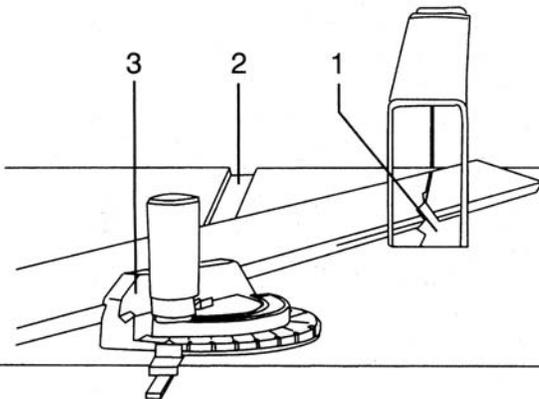

Fig. 31
1. Ponga el disco (1) a la inclinación deseada (Fig. 31).
2. Ponga el calibrador (3) al ángulo deseado. Utilice solamente la ranura del lado izquierdo (2).
4. Alimente la pieza de trabajo lentamente al disco (1) para evitar que la pieza se mueva.